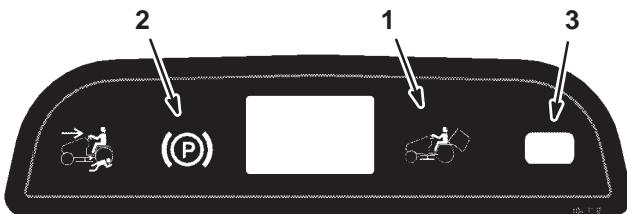

Figure 5
**Remarque :** Le témoin du frein de stationnement s'allume au tableau de bord quand le frein est serré (Fig. 5).
**Remarque :** Le voyant de commande des lames (PdF) s'allume au tableau de bord quand vous engagez les lames comme illustré à la Figure 5.
Quand le bac à herbe a besoin d'être vidé, le témoin s'allume (Fig. 5) et une sonnerie se fait entendre.